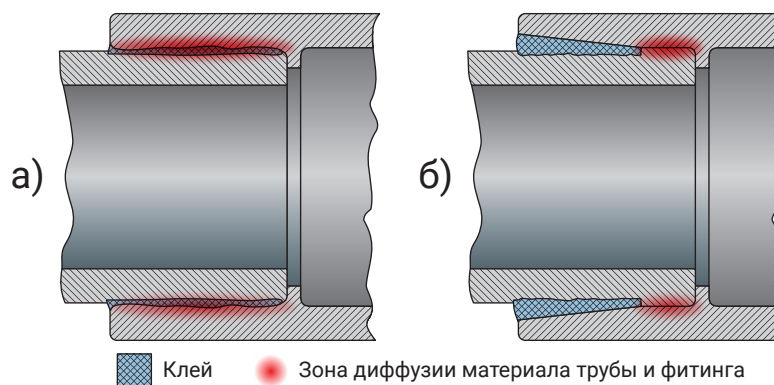

Рис. 4. Особенности склеивания фитингов с параллельным (а) и с коническим (б) раструбом
Необходимо нанести клей в количестве, достаточном для заполнения части шва, где находится наибольший зазор между склеиваемыми поверхностями (см. Рис. 4). Это особенно важно помнить при монтаже фитингов с раструбом. Помимо заполнения зазора, соответствующие слои клея будут проникать в поверхности и оставаться влажными до тех пор, пока соединение не будет собрано.
6. Перед нанесением грунтовки и/или клея проверьте трубу и фитинги на «сухую посадку». Труба должна проходить свободно через фитинг до упора. Для конических раструбов труба должна входить примерно на $\frac{1}{3} \dots \frac{2}{3}$ глубины раструба. Слишком плотная посадка нежелательна; вы должны иметь возможность во время склейки вставить трубу в раструб фитинга до ограничителя (см. Рис. 4). Измерьте глубину раструба фитинга и отметьте это расстояние на трубе. Чтобы убедиться, что фитинг полностью будет вставлен, добавьте два сантиметра к этому расстоянию и сделайте вторую отметку на трубе, так как грунтовка и клей уничтожат первую отметку.
7. Перед нанесением грунтовки и/или клея проверьте трубу и фитинги на «сухую посадку». Труба должна проходить свободно через фитинг до упора. Для конических раструбов труба должна входить примерно на $\frac{1}{3} \dots \frac{2}{3}$ глубины раструба. Слишком плотная посадка нежелательна; вы должны иметь возможность во время склейки вставить трубу в раструб фитинга до ограничителя (см. Рис. 4). Измерьте глубину раструба фитинга и отметьте это расстояние на трубе. Чтобы убедиться, что фитинг полностью будет вставлен, добавьте два сантиметра к этому расстоянию и сделайте вторую отметку на трубе, так как грунтовка и клей уничтожат первую отметку.